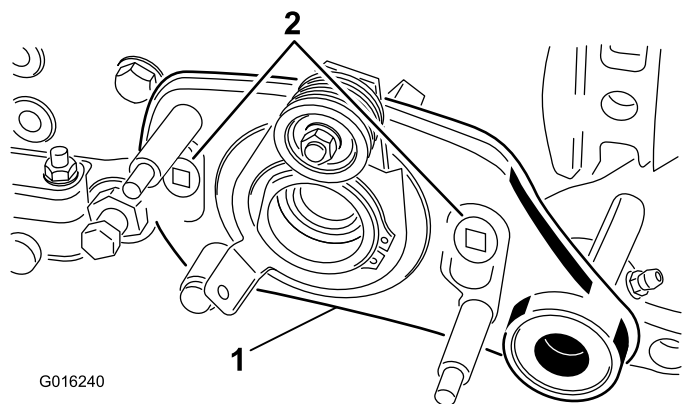

Figura 8
8. Retire los 2 pernos de cuello largo que sujetan el conjunto de la placa de la transmisión al bastidor de la unidad de corte (Figura 8).
9. Retire el conjunto de placa de la transmisión del groomer (Figura 8) del eje del groomer y la unidad de corte y localice y retire el suplemento del groomer.